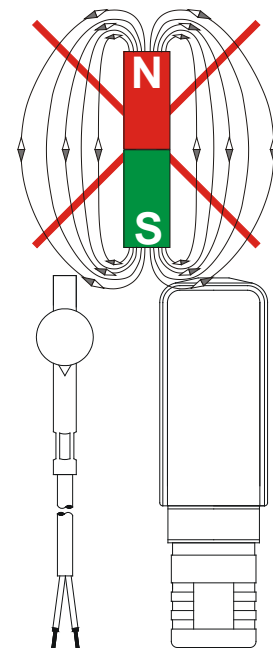

Fig. 4
- ↪ Veillez à ce qu'aucun champ magnétique étranger pouvant altérer le fonctionnement de l'appareil ne se trouve à proximité (→ Fig. 4).